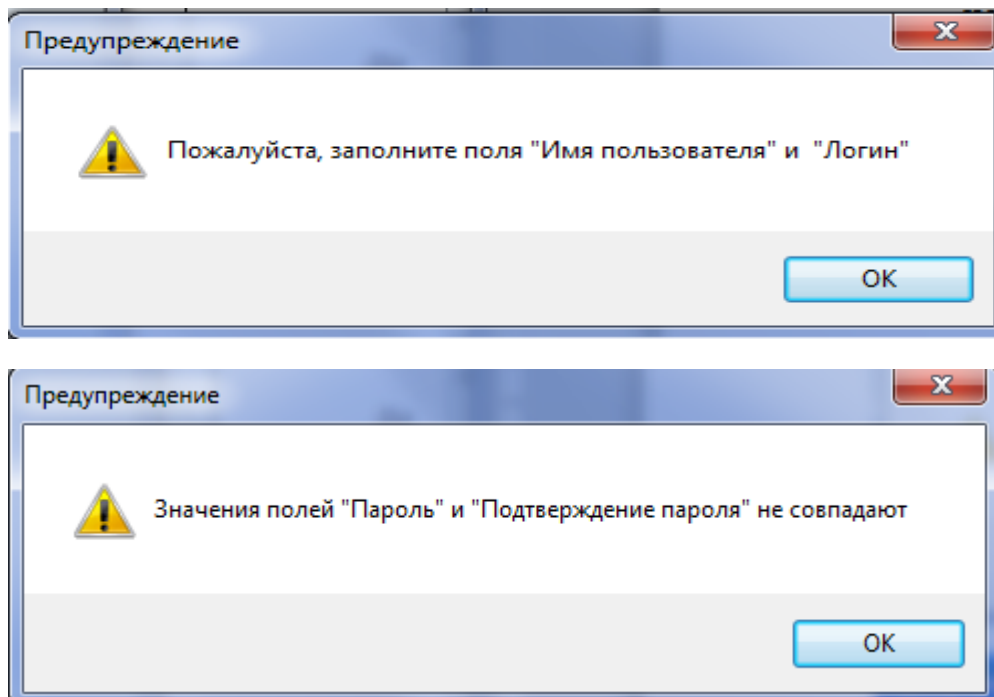

Рисунок 121. Окна предупреждений о незаполненных полях (сверху) и его несовпадении с контрольным (снизу).
- *Подтверждение пароля* – используется для проверки правильности введенного выше пароля. В случае их несовпадения будет выдано окно предупреждения (Рисунок 121).